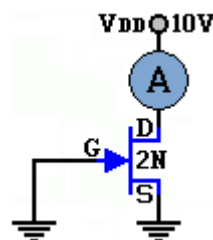

Figura 10.2.
1. Arme el circuito de la figura 10.2. Medir la corriente de drenado,  $I_{DSS}$ . Anote este valor en la tabla 1.